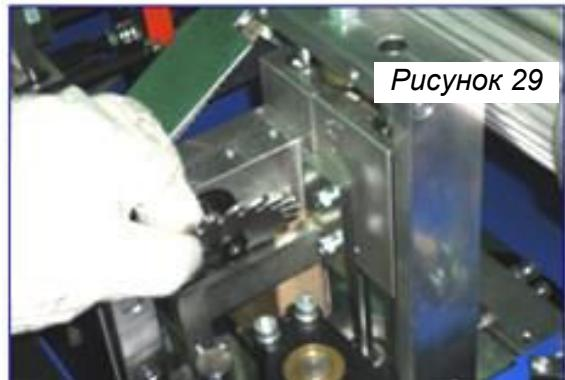

Рисунок 29
- Наклоните пилу и снимите её со шпинделя (рис. 29)